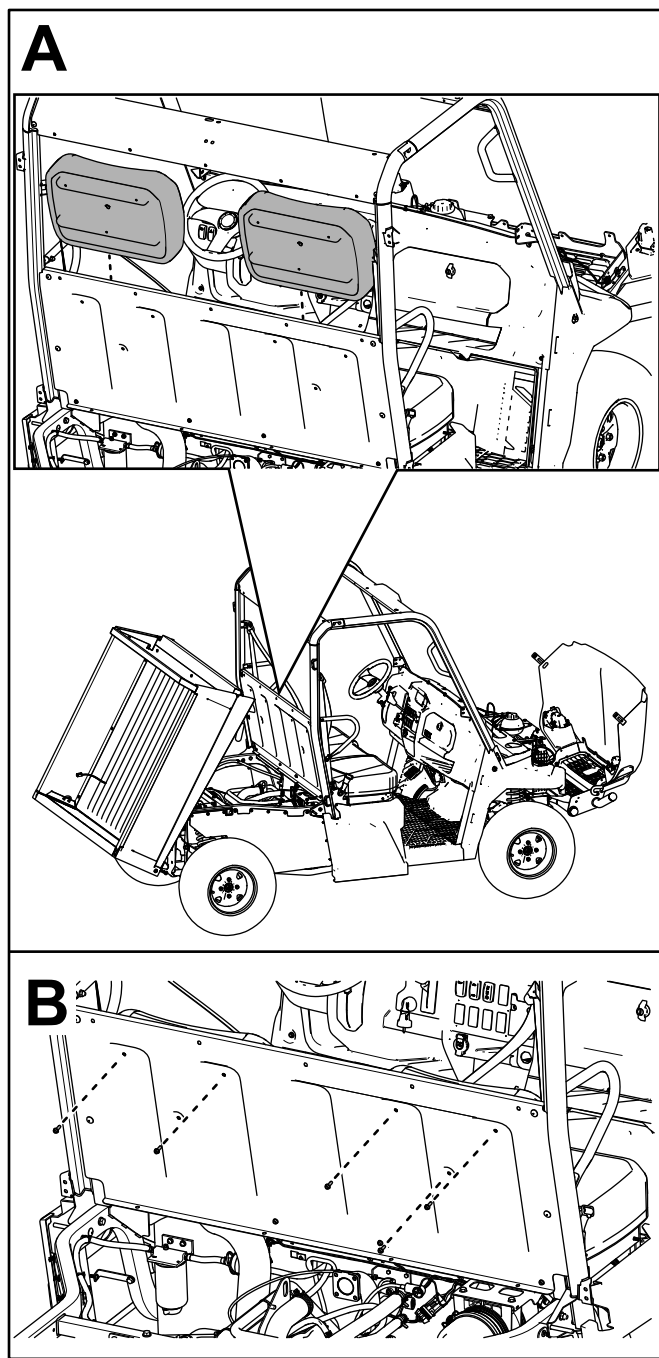

Figure 27
- E. Fixez les 2 dossiers de siège au panneau de siège à l'aide de 5 boulons à tête hexagonale à embase (1/4" x 3/4"), comme montré à la Figure 27.